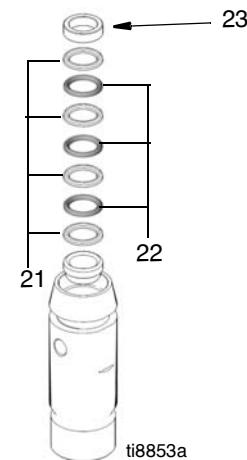

Рис. 8
- (Рис. 8) Удалите из цилиндра уплотнения и сальники горловины. Выбросьте уплотнения и сальники горловины.